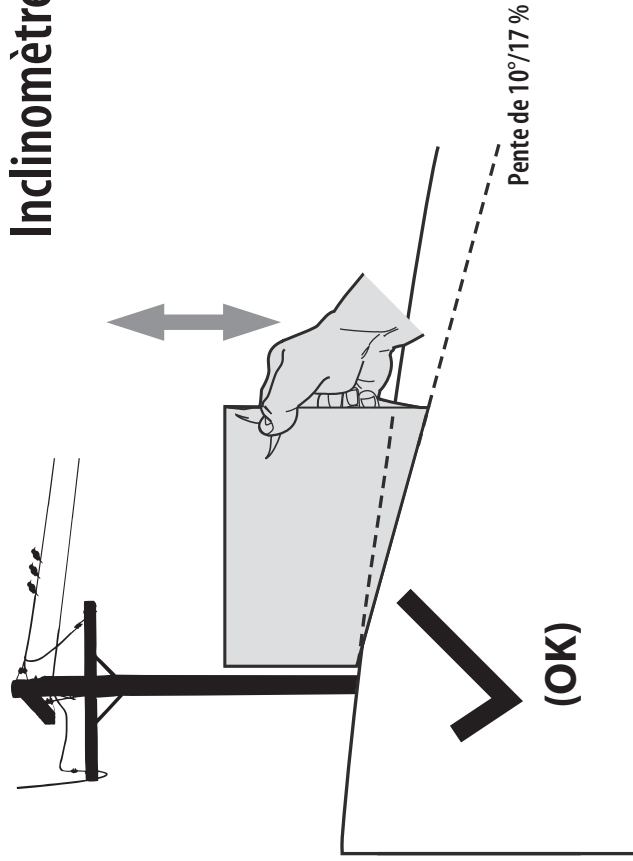
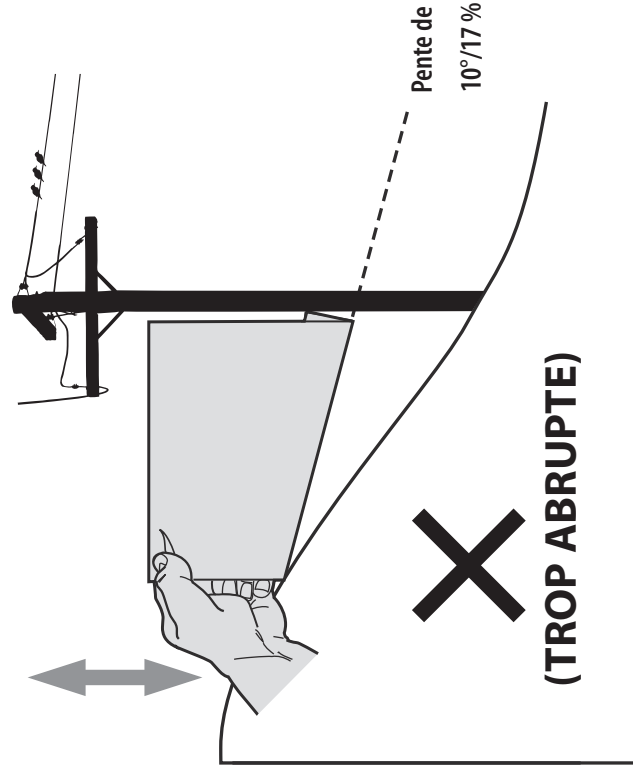

Figure 1
Figure 2
3. Alignez l'un des côtés de l'inclinomètre avec l'objet (consultez la Figure 1 et la Figure 2).
4. Ajustez l'inclinomètre vers le haut ou vers le bas jusqu'à ce que le coin gauche touche la pente (consultez la Figure 1 et la Figure 2).
5. S'il y a un écart en dessous de l'inclinomètre, la pente est trop raide pour un fonctionnement en toute sécurité (consultez la Figure 2 ci-dessus).